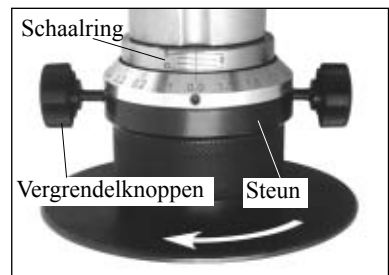

Fig.2
3. Draai de 2 vergrendelknoppen weer vast. Zie fig.2